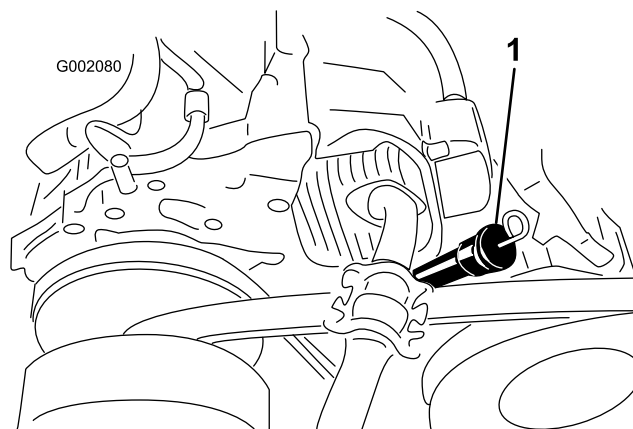
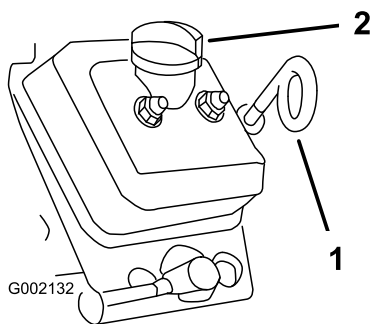

Рисунок 15
Рисунок 16
- Модели 07266ТС и 07279 – масломерный щуп и заливная горловина (Рисунок 15).
- Модели **07273** и **07273ТС** – масломерный щуп и крышка заливной горловины (Рисунок 16).
4. Выньте масломерный щуп и начисто протрите его конец (Рисунок 15 и Рисунок 16).
5. Вставьте щуп в заливную горловину до упора (Рисунок 15 и Рисунок 16). Выньте щуп и посмотрите на его конец.
6. Вставьте масломерный щуп до упора (Рисунок 15 и Рисунок 16).